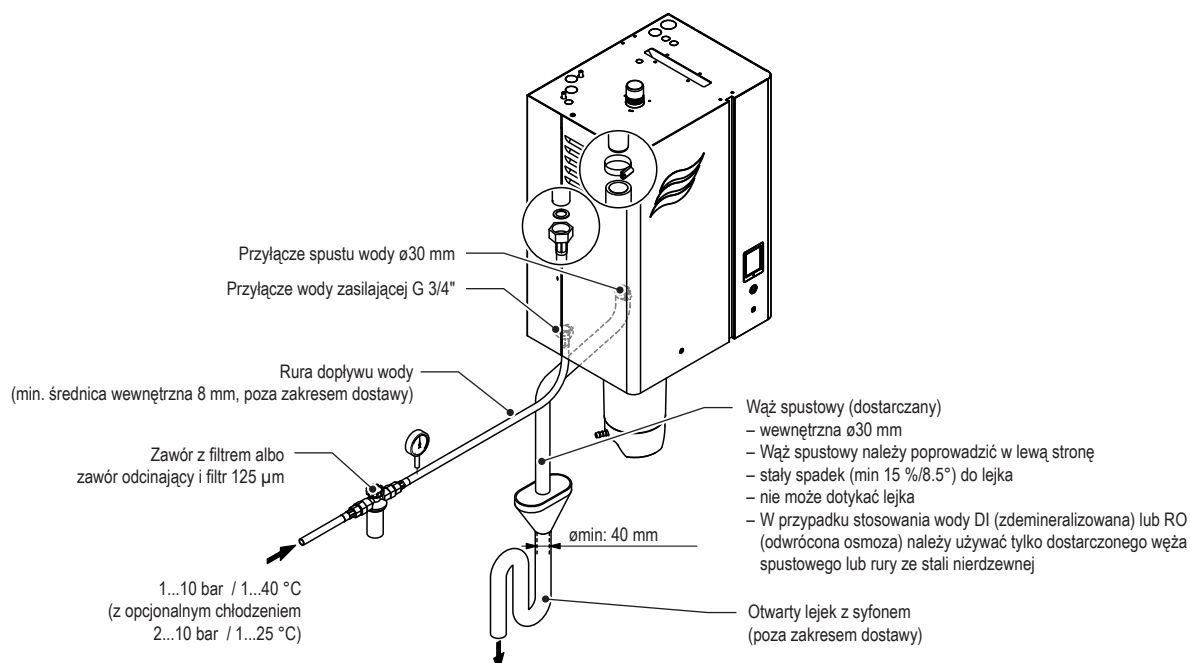

Fig. 19: Widok ogólny instalacji wodnej dla jednostek małych ("S") i średnich ("M")
- Zawsze prowadzić dostarczony wąż spustowy od złącza w lewą stronę, w dół do leja (patrz Fig. 19).